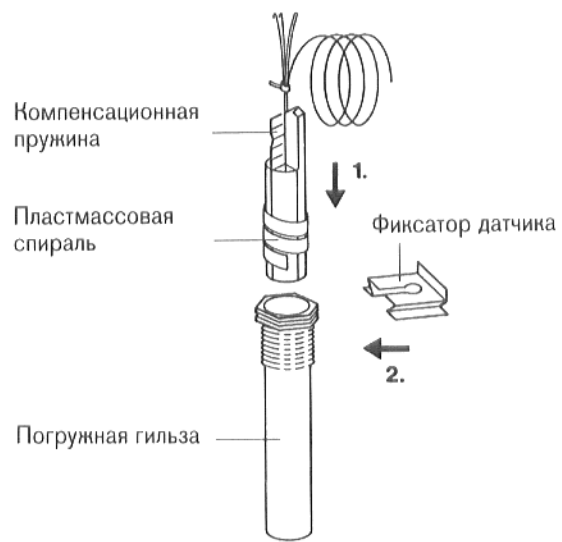

Рис. 27
- Вставить датчик температуры до упора в погружную гильзу (рис. 27).
- Насадить фиксатор датчика (входит в объем поставки регулятора) со стороны или сверху на головку погружной гильзы (рис. 27).